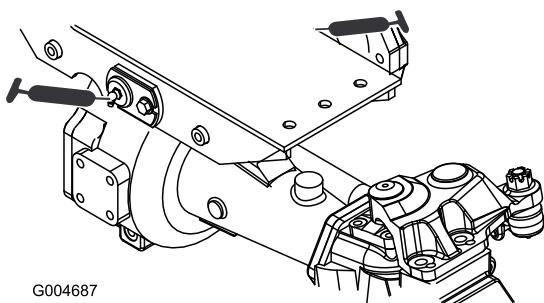

Figura 36
- Casquilhos articulados do eixo dianteiro e traseiro (2) (Figura 36)